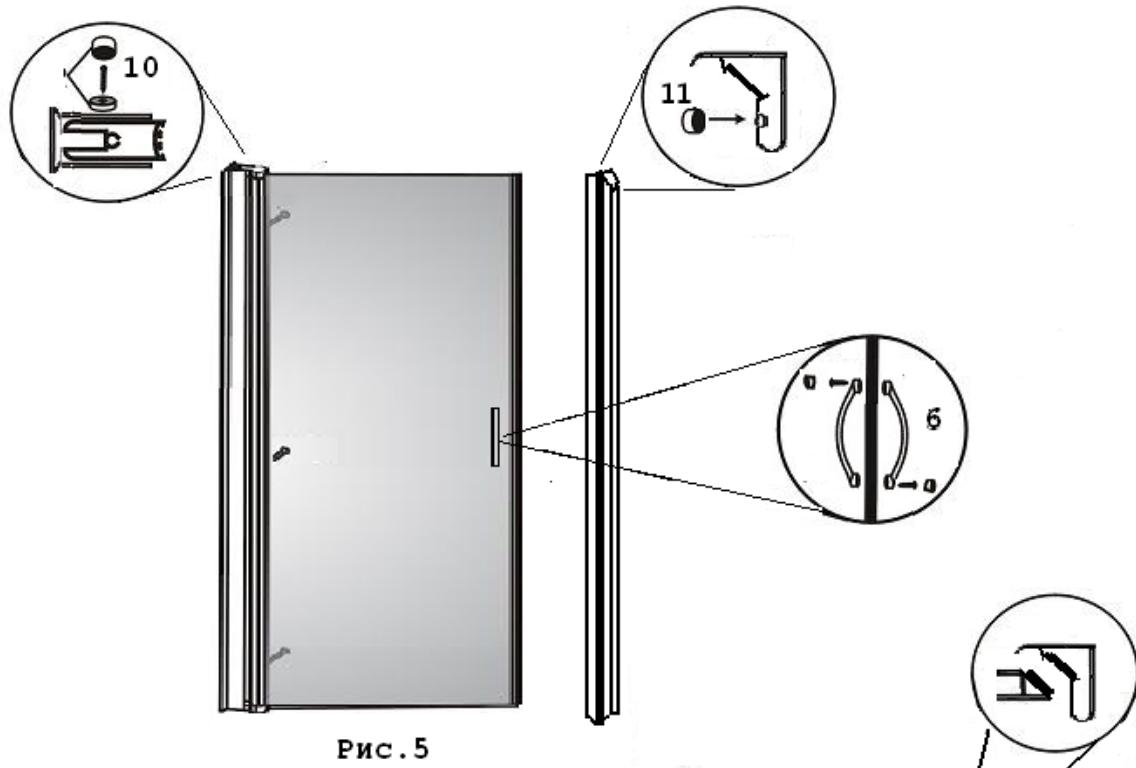

Рис.5
6. Просверлите насквозь отверстия в пристенном и вертикальном профилях /1/ и /2/. С помощью саморезов 4*12 с шайбами /10/ соедините между собой вертикальный профиль /2/ с пристенным профилем /1/ (рис. 5).